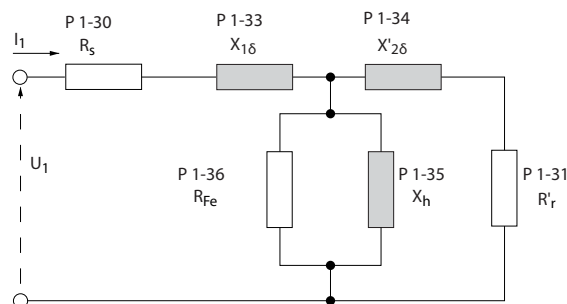

Ilustración 3.6 Diagrama equivalente del motor para un motor asíncrono
Un simple control del valor de la suma $X_1 + X_h$ se efectúa dividiendo la tensión del motor línea a línea por la raíz cuadrada(3) y dividiendo este valor por la intensidad del motor sin carga. $[V_{L-L}/\sqrt{3}]/I_{NL} = X_1 + X_h$, consulte la *Ilustración 3.6*. Estos valores son importantes para magnetizar adecuadamente el motor. Esta comprobación se recomienda encarecidamente en los motores de ocho o más polos.